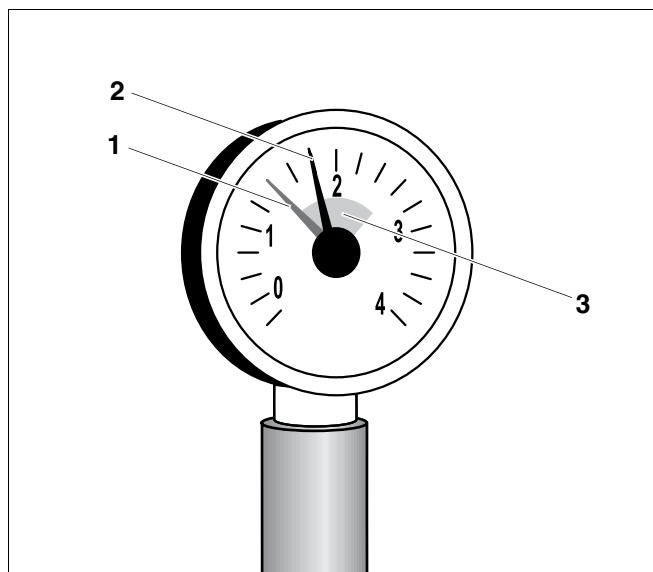

Fig. 5 Manometrul pentru instalațiile închise
La instalațiile de încălzire închise, indicatorul manometrului trebuie să se afle (Fig. 5, **Poz. 2**) în interiorul marcajului verde (Fig. 5, **Poz. 3**).
Indicatorul roșu al (Fig. 5, **Poz. 1**) manometrului trebuie să fie reglat la presiunea necesară a instalației de încălzire. Specialistul reglează presiunea necesară instalației.
- Verificați dacă indicatorul manometrului (Fig. 5, **Poz. 2**) se află în interiorul marcajului verde (Fig. 5, **Poz. 3**).
Dacă indicatorul manometrului (Fig. 5, **Poz. 2**) nu depășește marcajul verde (Fig. 5, **Poz. 3**), presiunea apei din instalație este prea mică. Apa pierdută trebuie completată cu apă de adaos.
- Umpleți apa de completare prin robinetul KFE, până când indicatorul manometrului (Fig. 5, **Poz. 2**) ajunge în interiorul marcajului verde (Fig. 5, **Poz. 3**).